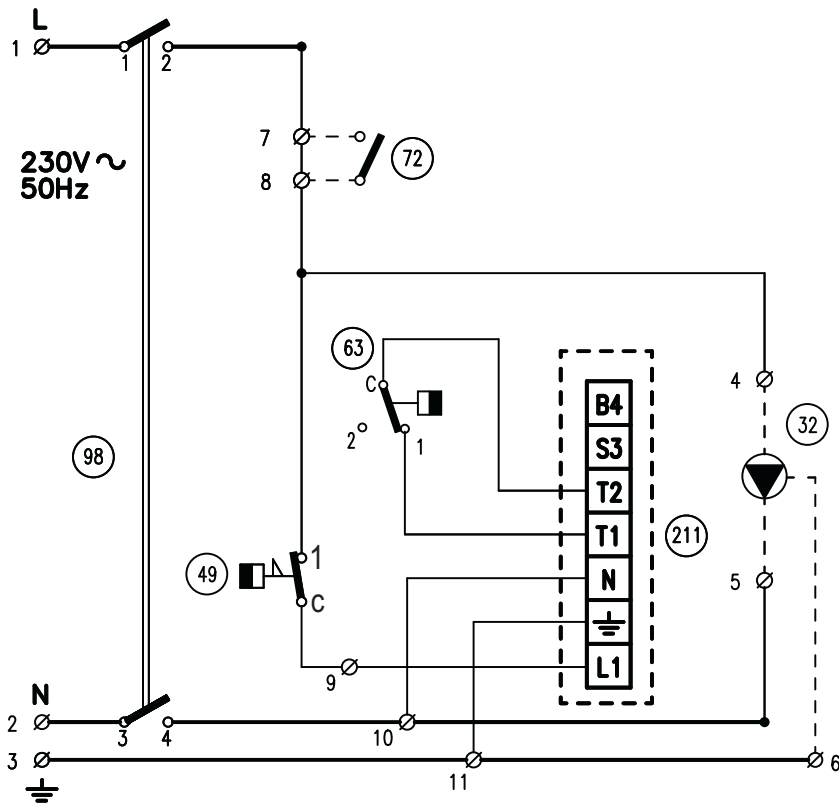
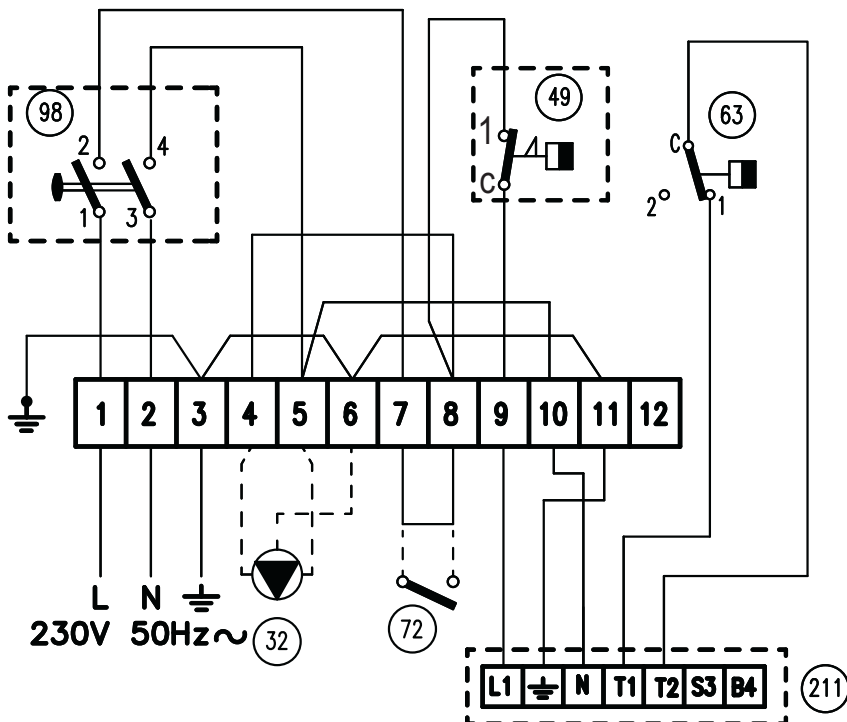

рис. 5 - Принципиальная электрическая схема
рис. 6 - Схема электрических присоединений
- Условные рис. 5 обозначения рис. 6